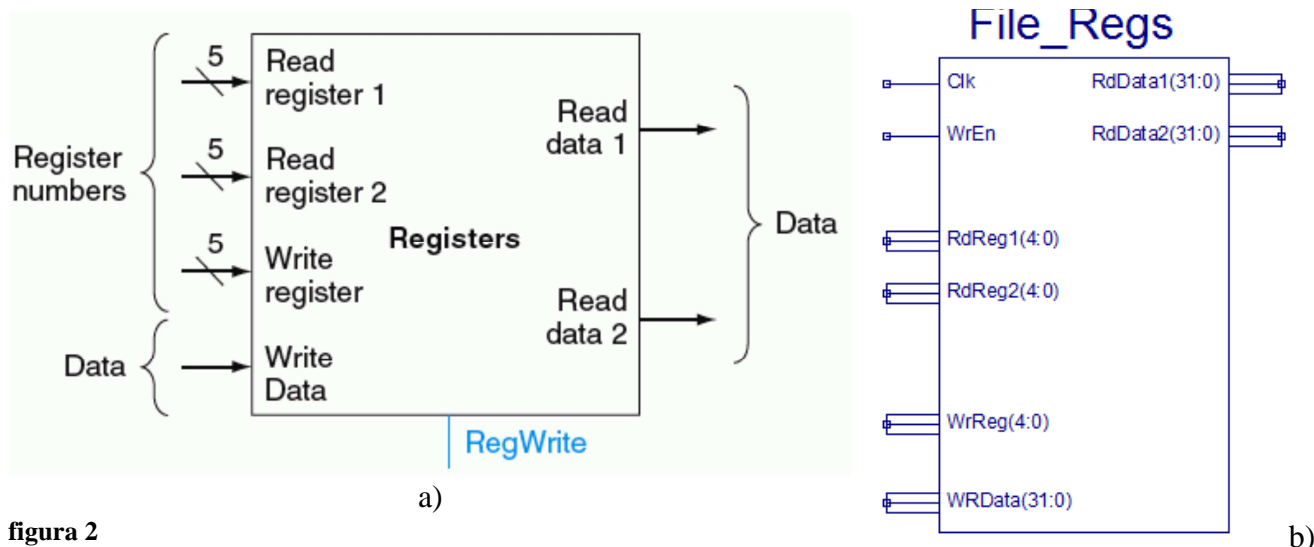

figura 2
2. Interfața modulului a fost prezentată în figura 2b. Pentru a genera automat semnalele de la nivelul entității, urmați indicațiile din laboratorul 5, pasul 2, figura 2.